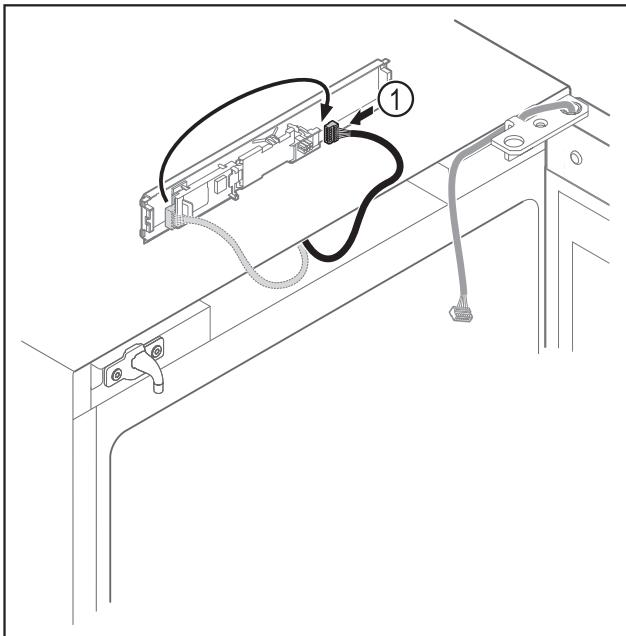

Fig. 19
- Brancher le connecteur *Fig. 19 (1)* de l'autre côté.